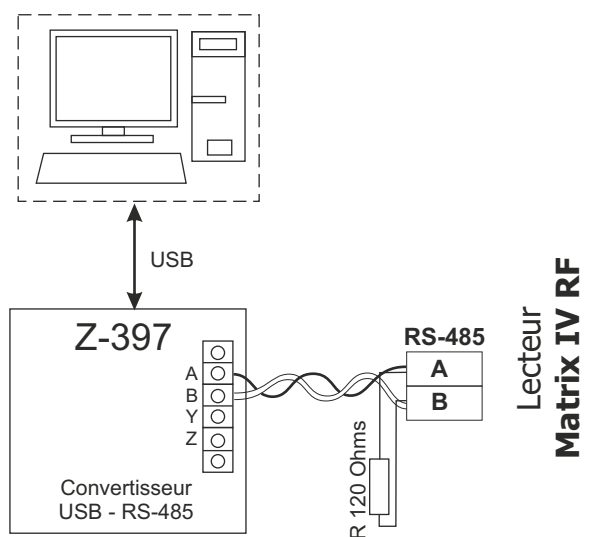

Fig. 3 Connexion via RS-485.
- En cas de connexion via RS-485, un fil de la paire torsadée est raccordé à l'entrée A et un autre à l'entrée B (voir la Figure 3).